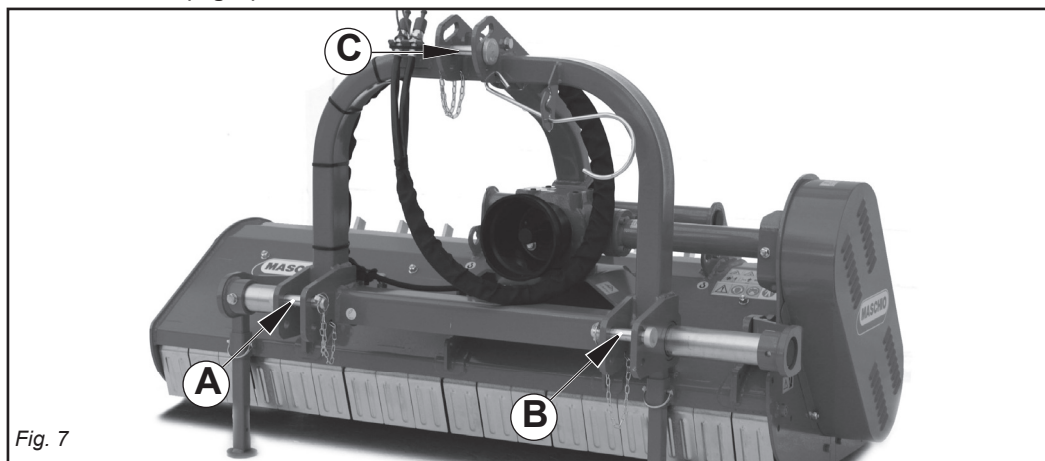

Fig. 7
Le piastre (A-B-C Fig. 7) vanno montate sempre e solo come illustrato in Fig. 7 con i fori posizionati anteriormente al tubo quadro.
- 1- Accostare le barre del sollevatore ponendole all'interno delle piastre (A-B-C Fig. 7), inserire il perno nel foro predisposto e bloccare con le copiglie a scatto.
The plates (A-B-C Fig. 7) are always mounted only as illustrated in Fig. 7, with the holes positioned in front of the square tube.
- 1- Near the lift bars, setting them in the most suitable plates (A-B-C Fig. 7). Insert the pin into the relative hole and lock in place with the snap-in split pins.
Les plaques (A-B-C Fig. 7) ne doivent être montées que comme illustré sur la Fig. 7 avec les trous positionnés à l'avant du tube carré.
- 1- Approchez les barres du relevage en les plaçant à l'intérieur des plaques les plus appropriées (A-B-C Fig. 7), introduisez l'axe dans le trou correspondant débloquez par les goupilles à encastrement.
Die in Abb. 7 mit A-B-C angeführten Platten haben stets wie in dieser Abbildung 7 aufgezeigt montiert zu werden - d.h. die Lochungen werden vor das Flachrohr gesetzt.
- 1- Die Lenker des Krafthebers annähern und in die am besten geeigneten Platten schieben (A-B-C Abb. 7). Den Bolzen in das Loch stecken und mit dem einrastenden Splint blockieren.
Las placas (A-B-C Fig. 7) tienen que instalarse siempre y sólo como ilustrado en la Fig. 7, con los agujeros colocados adelante del tubo cuadrado.
- 1- Acercar las barras del elevador poniéndolas dentro de las placas más indicadas (A-B-C Fig. 7), introducir el perno en el orificio y bloquear con los pasadores de resorte.
- 4 - Collegare il terzo punto superiore (C Fig.7) ed effettuare una corretta regolazione con il tirante, verificando che il piano superiore della macchina risulti parallelo al piano terra. Ciò è molto importante allo scopo di ottenere il parallelismo tra asse albero presa di forza della macchina e quello della presa di forza del trattore. Operare in queste condizioni significa limitare le sollecitazioni sulla presa di forza stessa e prolungare la durata dell'albero cardanico e della macchina stessa.
- 4 - Connect the upper third-point (C Fig. 7) and correctly regulate by means of the adjuster, checking that the upper surface of the machine is parallel to the ground. This is very important since it achieves parallelism between the axis of the machine and that of the tractor pto. When the implement operates in these conditions, there will be less stress on the pto itself while the cardan shaft and implement will be much less subject to wear.
- 4 - Reliez le troisième point supérieur (C Fig. 7) et réglez correctement à l'aide du tirant. Assurez-vous que le plan supérieur de la machine soit pratiquement parallèle au terrain. Ceci est très important en vue d'obtenir le parallélisme entre l'axe de la houe et celui de la prise de force du tracteur. Travailler dans ces conditions signifie limiter les sollicitations sur la prise de force et prolonger la durée de l'arbre à cardans, mais aussi de la machine.
- 4 - Den oberen Kupplungspunkt (C Abb. 7) anschließen und den oberen Lenker korrekt einstellen. Sicherstellen, daß die obere Haubenkante der Maschine parallel zum Boden steht. Das ist sehr wichtig, um die Parallelität zwischen der Achse der Maschine und der der Schlepper-Zapfwelle zu erhalten. Wenn diese Parallelität gegeben ist, wird die Zapfwelle weniger belastet und das Leben von Gelenkwelle und Gerät wird verlängert.
- 4 - Conectar el tercer punto superior (C Fig. 7) y efectuar una correcta regulación con el tirante de regulación controlando que el plano superior de la máquina resulte paralelo al plano al nivel del suelo. Esto es muy importante para obtener paralelismo entre el eje de la máquina y el eje de la toma de fuerza del tractor. Esto permite limitar los esfuerzos sobre la toma de fuerza misma y hacer durar el árbol cardánico y la máquina misma.